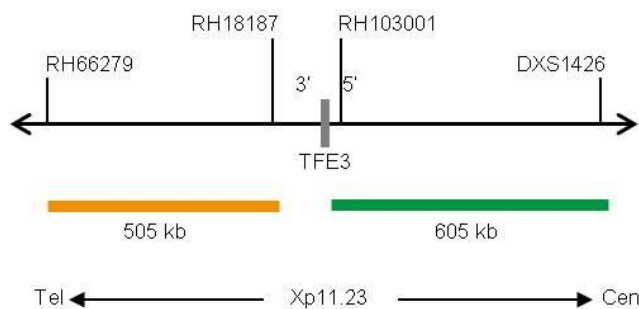

Fig. 1: SPEC TFE3 Mapa de la sonda (no está a escala)
- Polinucleótidos marcados en naranja (excitación a 547 nm/emisión a 572 nm) ZyOrange (~4,5 ng/ μ l), dirigidos a secuencias localizadas en Xp11.23* (chrX:48,287,169-48,792,674) distales a la región del punto de ruptura de TFE3 (ver Fig. 1).
- Polinucleótidos marcados en verde (excitación a 503 nm/emisión a 528 nm) ZyGreen (~10 ng/ μ l), dirigidos a secuencias localizadas en Xp11.23* (chrX:48,906,685-49,509,699) proximales a la región del punto de ruptura de TFE3 (ver Fig. 1).